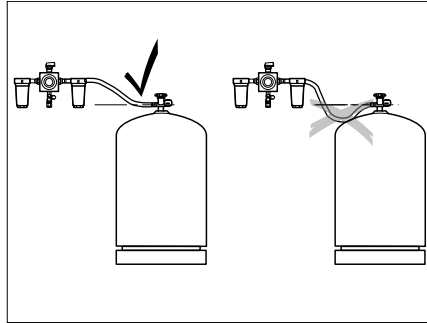

Bild 233 Verlegen der Hochdruckschläuche
- ▷ Beim Verlegen der Hochdruckschläuche darauf achten, dass die Schläuche stetig steigen (Bild 233).